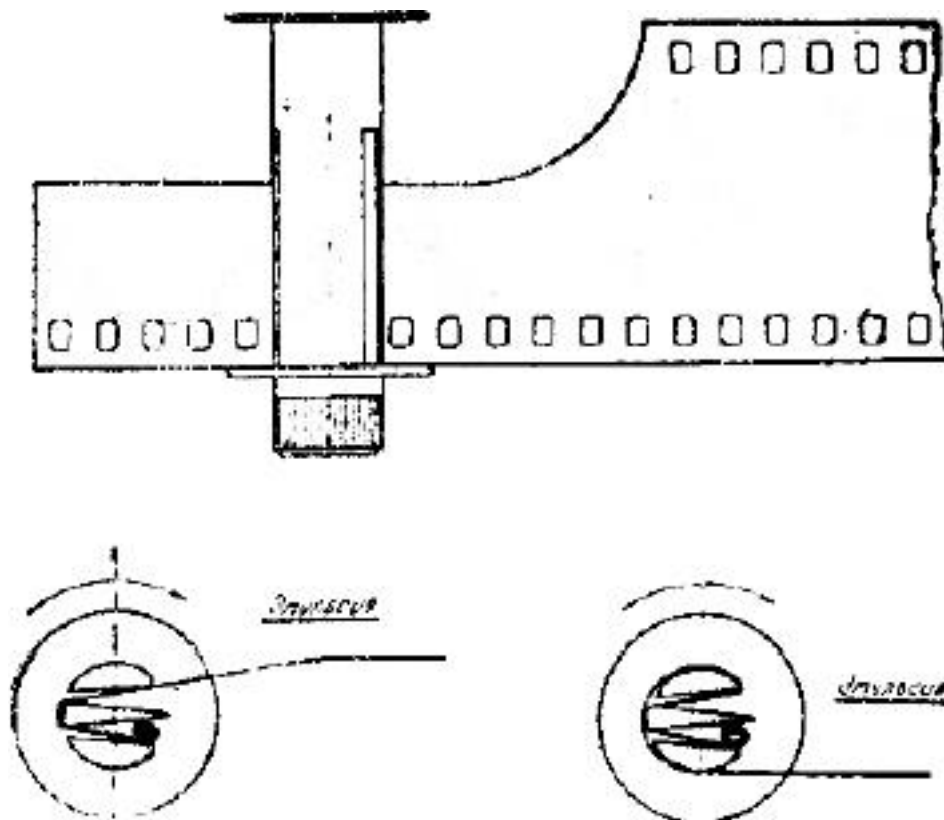

Рис. 3. Подготовка и закрепление концов плёнки
3. Конец пленки, предварительно обрезанный по форме, указанной на рис. 3, вставить в прорезы катушки и закрепить.